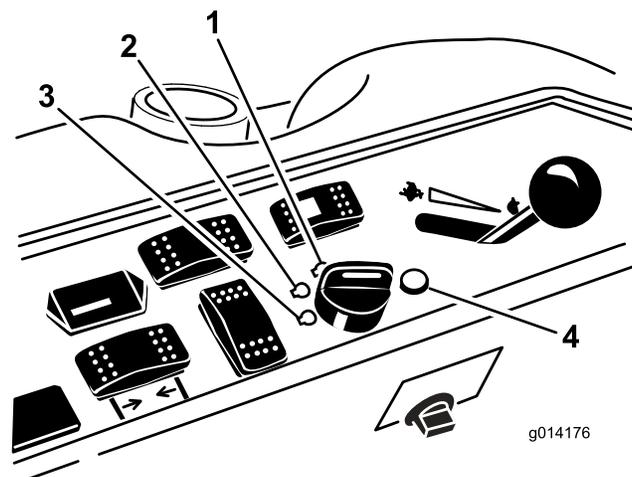

**Figura 19**
4. Mueva el interruptor de la toma de fuerza (TDF) a la posición de DESENGRANADO (Figura 19).
5. Ponga la palanca del acelerador en un punto intermedio entre las posiciones de RÁPIDO y LENTO (Figura 19).